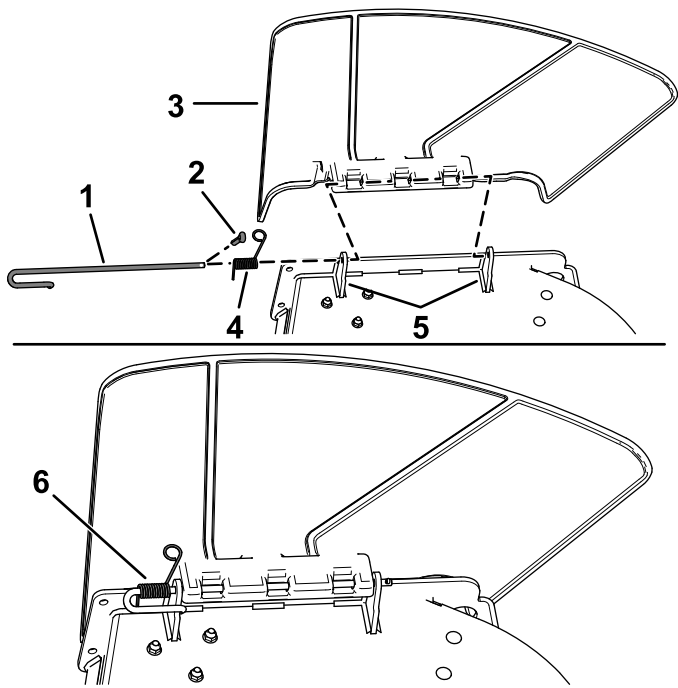

Figure 11
1. Retirez la goupille fendue (Figure 11).
2. Désengagez le ressort du cran dans le support de déflecteur et sortez la tige des supports soudés du plateau, du ressort et du déflecteur d'éjection (Figure 11).